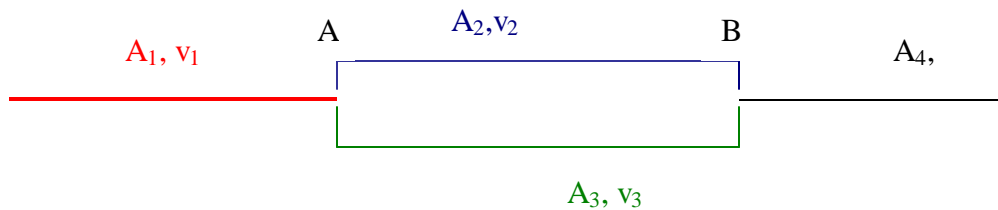

Figura 8
La Figura 8 nos muestra una red donde la alimentación **Tubería (1)** se divide en el **punto A** en dos tuberías: **Tubería (2)** y **Tubería (3)** de diferentes diámetros y luego se vuelven a juntar en el **punto B** para terminar en la **Tubería (4)**.